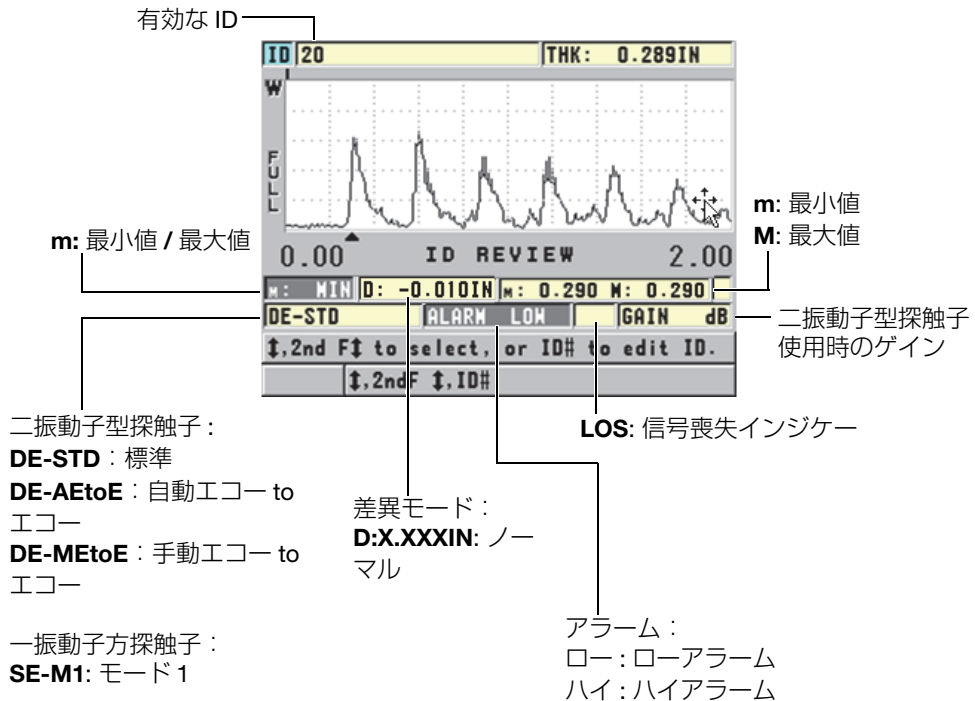

図 6-36 ID レビュー画面の確認
119 ページの図 6-36 に、ID レビュー画面の例を示し、その内容について説明します。波形の下の領域は、表示された保存厚さ値について記述するステータスフラグのために予約されています。フラグは、送信コマンドを使用して厚さ計から送信されるステータスワードと同じ 1 文字の省略形です（191 ページの「通信およびデータ転送の管理」を参照）。
3. ID レビュー画面（119 ページの図 6-36 を参照）で、以下の手順を実行します。